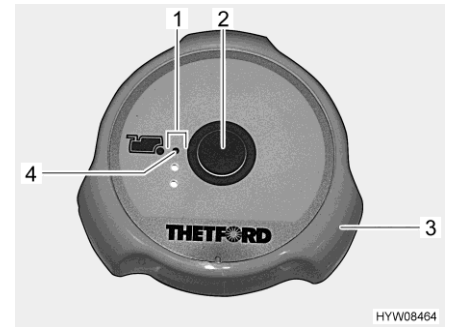

Bild 148 Spülknopf/Kontroll-Leuchten (Thetford-Toilette)
Spülen: ■ Vor dem Spülen den Schieber der Thetford-Toilette öffnen. Dazu den Drehgriff (Bild 148,3) entgegen dem Uhrzeigersinn drehen.
■ Zum Spülen den blauen Spülknopf (Bild 148,2) drücken.
■ Nach dem Spülen den Schieber schließen. Dazu den Drehgriff (Bild 148,3) im Uhrzeigersinn drehen.
Die Kontroll-Leuchten (Bild 148,1) zeigen den Füllstand der Fäkalienkassette an. Wenn die rote Kontroll-Leuchte (Bild 148,4) leuchtet, muss die Fäkalienkassette entleert werden.